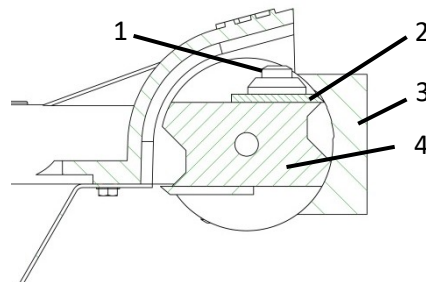

Abb. 15: Messer einstellen
- > Lösen Sie die Messerschraube (1 – Abb.15).
- > Schieben Sie das Messer (2 – Abb.15) nach ganz hinten.
- > Legen Sie die Messerlehre (3 – Abb.15) auf die Walze (4 – Abb.15) auf, so dass diese auf den beiden Auflageflächen der Walze oben und unten aufliegt.